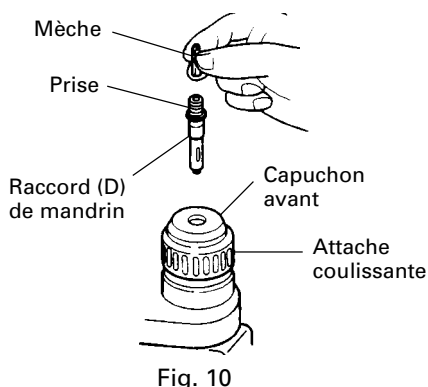

Fig. 10
4. Lors du vissage des vis machine (Fig. 10)
5. Enfoncement de vis à bois (Fig. 10)
- (3) Tourner le sélecteur sur le repère **T** (Fig. 10).